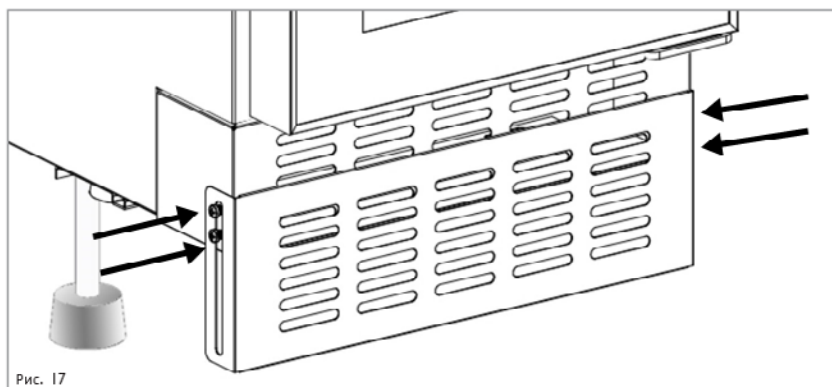

Рис. 17
1. Открутите по два винта с каждой стороны накладки цоколя (всего четыре - рис. 17).